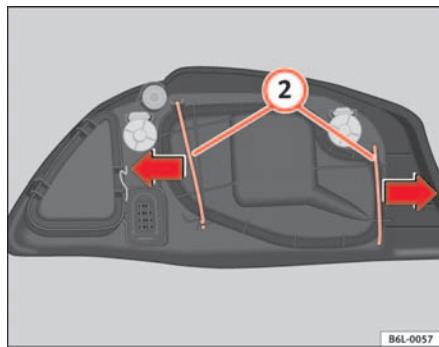

Fig. 142 Lámpara luz de carretera
- Desplace los tirantes 2 ⇒ fig. 142 hacia afuera, en el sentido de las flechas y retire la tapa.
- Coloque la tapa de plástico y coloque los tirantes 2 ⇒ fig. 142.